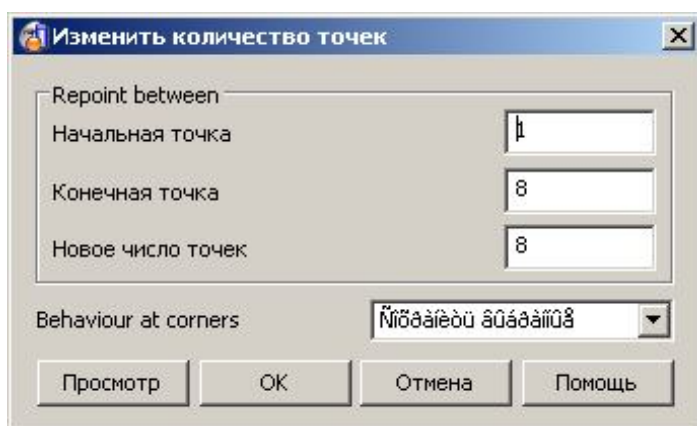

Рис. 5.12 Вікно редагування кількості точок
- *Змінити кількість точок* - дозволяє змінити кількість точок кривої або ділянки кривої шляхом рівномірного розміщення заданої кількості точок. Для кривої, що утворює поверхню, можна змінити розміщення точок по кривій, але не можна додати нові точки (рис.5.12).